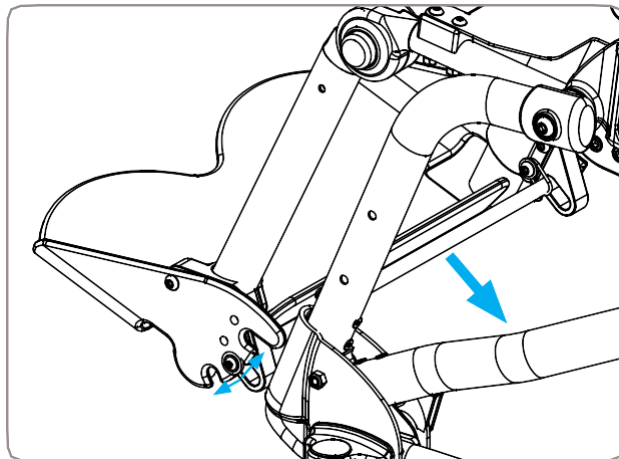

Rysunek 13
1. Poluzować śruby/nakrętki na zaciskach za pomocą klucza sześciokątnego 4mm oraz klucza 10mm, 2 śruby/nakrętki na stronę. Zob. Rysunek 13.